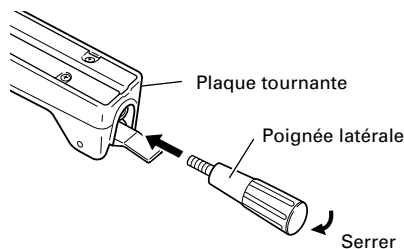

Fig. 6
2. Installer la poignée latérale (Fig. 6)